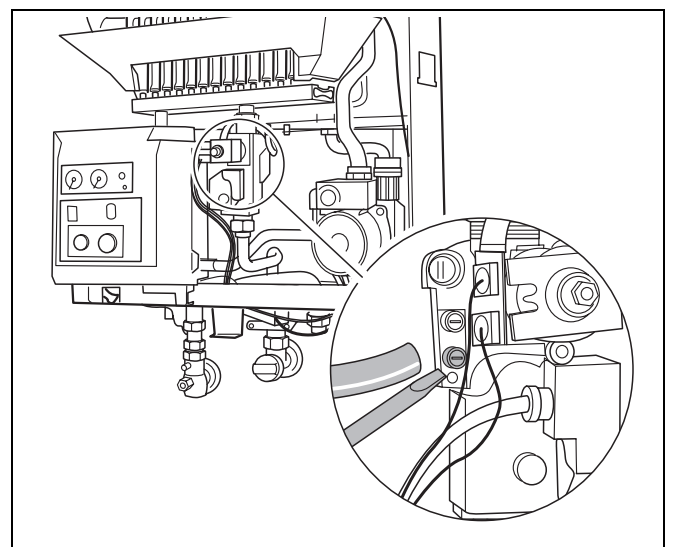

fig. 23 Purger l'arrivée de gaz
- Desserrer un peu la vis de fermeture de l'embout de mesure de la pression de raccordement et de la purge et y emboîter un tuyau (fig. 23).